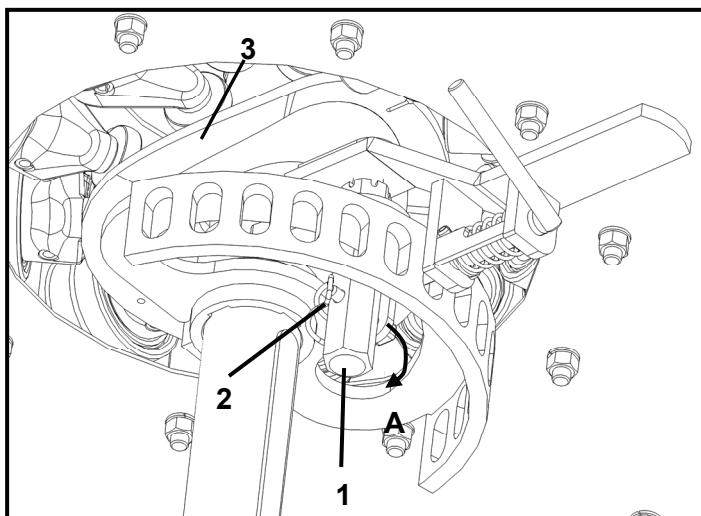

Abbildung 12
Das Rechverhalten der TWIN-Zinken kann beeinflusst werden (Voreilung). Dies kann zentral durch die Höhenverstellung der Kurvenbahn geschehen (Abbildung 12). Hierzu Sicherungsstecker (2) entfernen und die Stellschraube (1) drehen. Um die Zinken mehr nach vorne neigen zu lassen Stellschraube in Richtung A drehen.